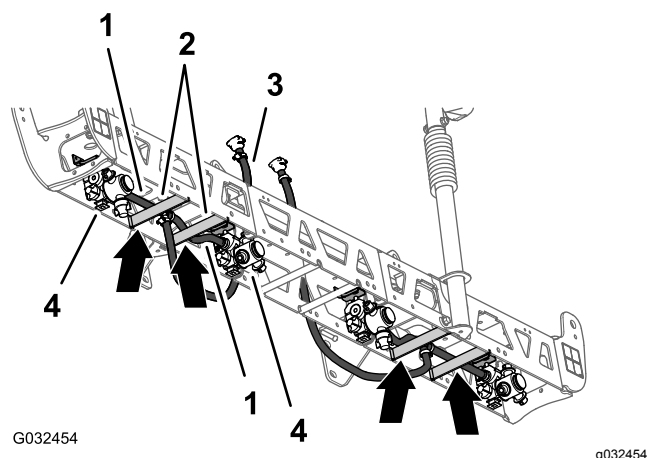

Figura 59
- Enrute la manguera de 13 mm y el conjunto de la boquilla entre los tirantes del perfil exterior (Figura 59).
- Enrute la manguera y la boquilla por encima del tirante y hacia fuera hasta llegar al soporte de la boquilla exterior (Figura 59).
4. Enrute la otra manguera de 13 mm y el conjunto de la boquilla entre los tirantes del perfil exterior (Figura 59).
5. Enrute la manguera y la boquilla por encima del tirante y hacia dentro hasta llegar al soporte de la boquilla interior (Figura 59).
8. Enrute la manguera y el acoplamiento dentado de 13 mm x 810 mm por el lado de la sección de fumigación central que tiene los soportes izquierdo y derecho (Figura 59).
9. Repita los pasos 1 a 8 con el otro conjunto de manguera y boquilla en el otro perfil exterior (Figura 59 y Figura 60).